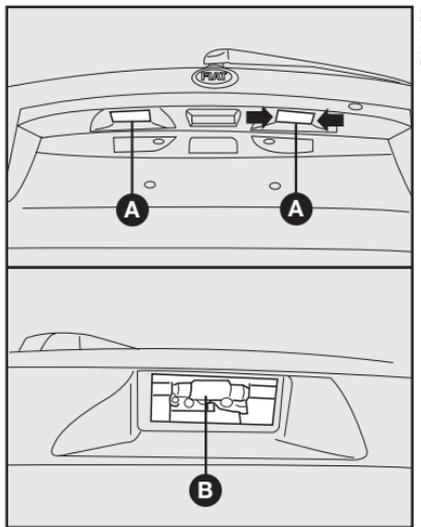

fig. 23
#### LUZ DE PLACA - fig. 23
1) retirar os refletores **A-fig. 23** utilizando uma chave de fenda nos pontos indicados pelas setas.
2) retirar a lâmpada **B-fig. 23** e substituí-la.